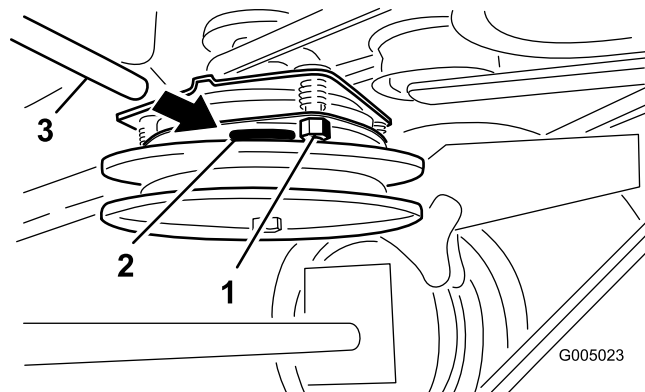

Figure 44
2. Serrez les contre-écrous jusqu'à ce que la jauge d'épaisseur fléchisse légèrement mais puisse bouger facilement dans l'entrefer (Figure 44).